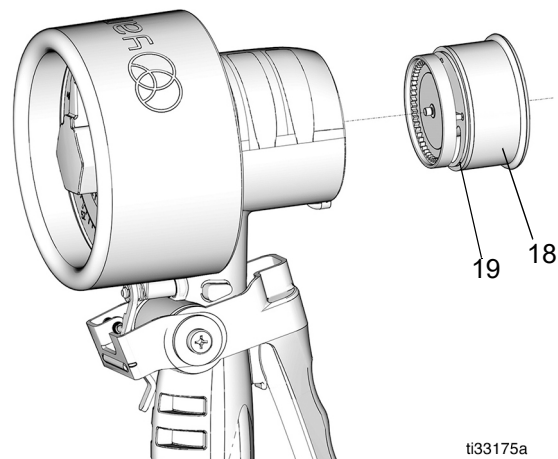

図 6
4. パッキン (18) およびピストンキット (19) を取り外します。ピストンキットが張り付いた場合は、ハウジングを平らな表面に軽く叩きつけて緩めます (図 6)。